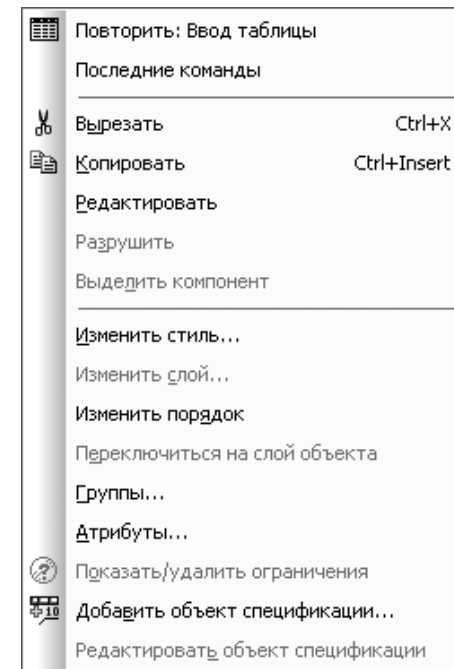

Рис. 5.72. Контекстное меню выделенной таблицы
- щелкните на выделенной таблице правой кнопкой мыши. Появится контекстное меню (рис. 5.72).
- щелкните на выделенной таблице правой кнопкой мыши. Появится контекстное меню (см. рис. 5.72);